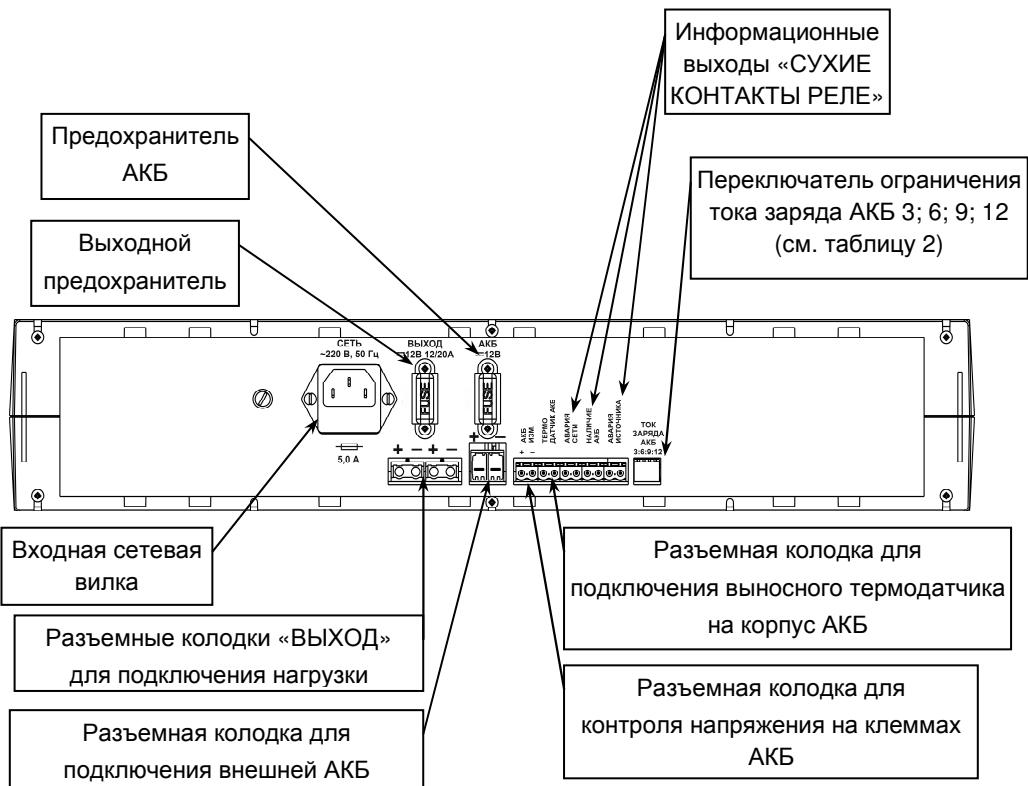

Рисунок 2 — Общий вид задней панели источника
На задней панели корпуса изделия расположены (см. рисунок 2): входная сетевая вилка, переключатель тока ограничения АКБ, разъемы информационных выходов, разъем для подключения внешней АКБ, разъемы для подключения нагрузки.
Изделие обеспечивает ограничение тока заряда АКБ. Выбор одного из 4-х значений ограничения тока заряда АКБ осуществляется переключателем (см. рисунок 2) Изменение выбранного значения ограничения тока заряда АКБ следует выполнять в следующей последовательности:
**Подключение внешних цепей к изделию** в соответствии с назначением клемм подключения (см. рисунок 2) выполняется в следующей последовательности: